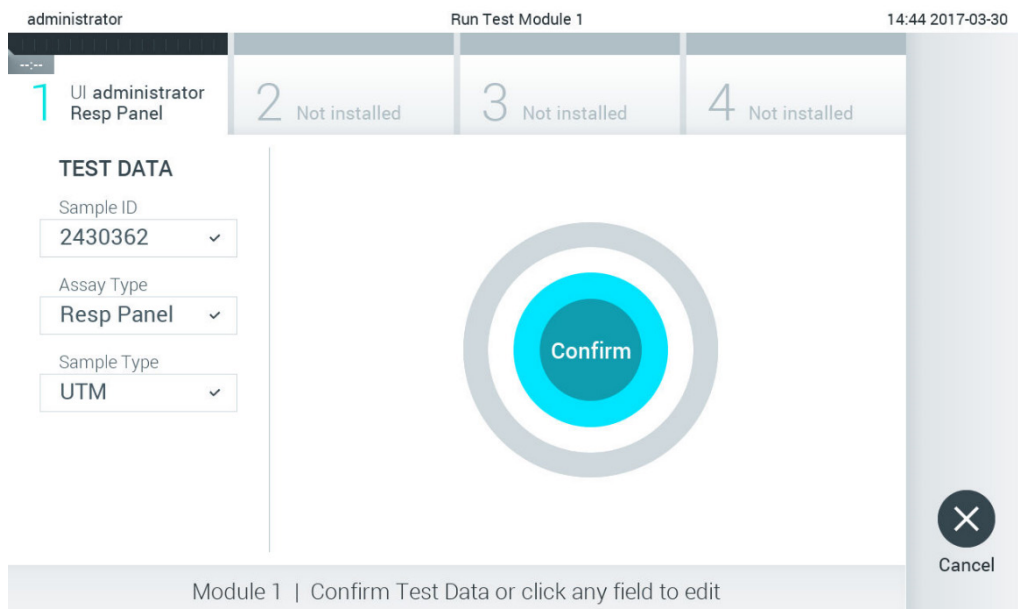

図 26.確認画面。
5. Confirm (確認) 画面が表示されます。入力したデータを見直します。そして、タッチスクリーンの該当するフィールドを押し、当該情報を編集して、必要な変更を行います (図 26) 。